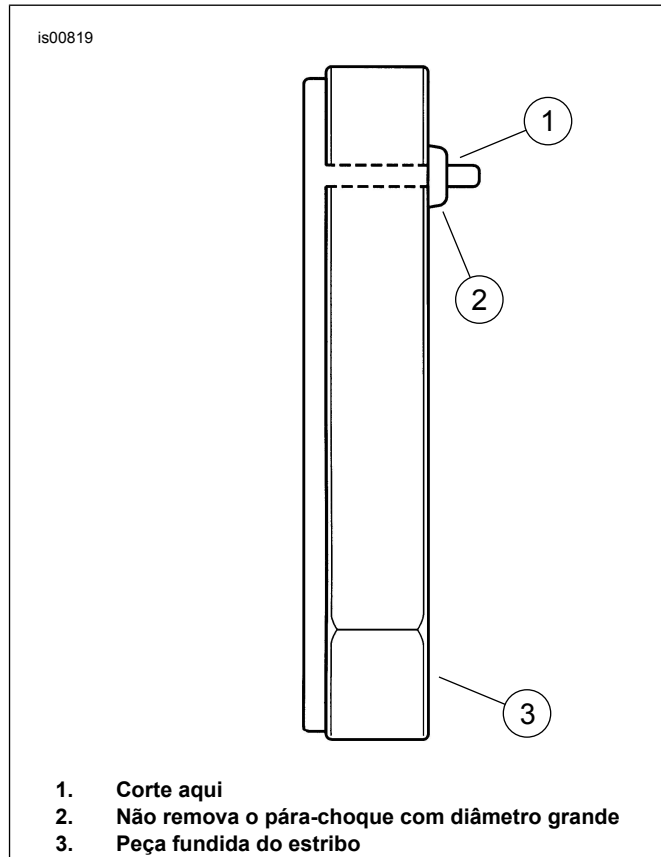

Figura 3. Remoção da ponta do protetor de borracha
3. Segure com firmeza o estribo (5) para preparar a perfuração em sua parte inferior. Usando uma broca com diâmetro de 3,97 mm (5/32 pol.), faça um furo no estribo (5) em cada ponto central puncionado. Tome cuidado para não fazer um furo muito profundo, o que poderá danificar o coxim do estribo (6); porém, os furos deverão ser profundos o suficiente para permitir que os parafusos auto-atarraxantes (7) do kit sejam instalados sem “tocar o fundo” dos furos. Use uma furadeira com parada para controlar a profundidade da perfuração (não ultrapasse 13 mm [1/2 pol.] neste caso).
4. Veja a Figura 3. Se estiverem presentes, remova as pontas com diâmetro reduzido dos protetores de borracha que se projetam do estribo de alumínio com uma faca ou alicates de corte.